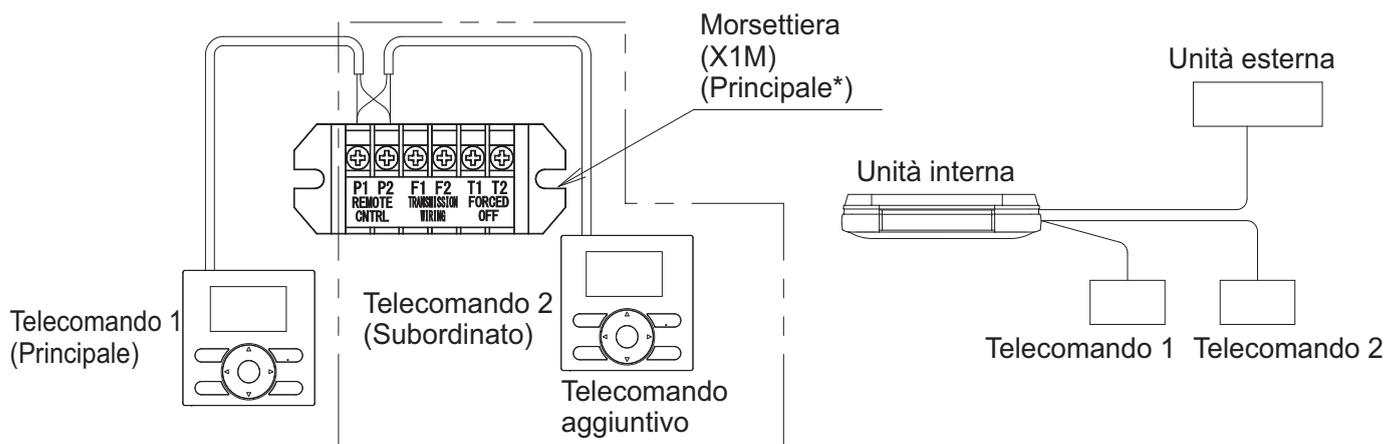

Fig. 46
- (1) Rimuovere il coperchio della scatola di controllo secondo quanto indicato in "8-3 METODO DI COLLEGAMENTO DEL CABLAGGIO".
- (2) Eseguire il cablaggio aggiuntivo dal comando a distanza 2 (Subordinato) ai terminali (P1·P2) per il cablaggio del comando a distanza sulla morsetteria (X1M) nella scatola di comando. (Non esiste polarità.) **(Fare riferimento alla Fig. 46)**